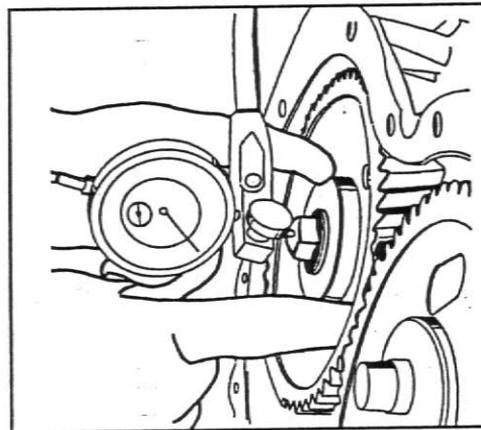

Fig. 18
13. Verifique a folga axial da árvore de comando das válvulas com relógio microcomparador. Folga padrão: 0,10-0,41 mm de 0,004 - 0,016 pol, fig. 18.